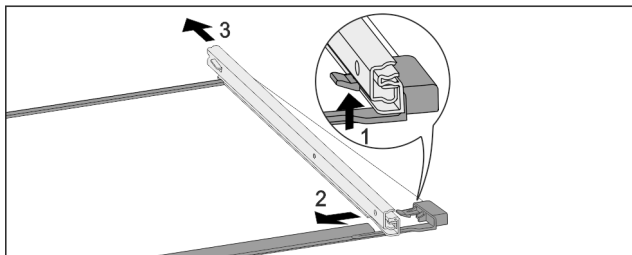

Fig. 191 Skleněná deska s kolejničkami
- ▶ Přední aretační háček zatlačte nahoru. Fig. 191 (1)
- ▶ Výsuvnou kolejničku vysuňte stranou Fig. 191 (2) a dozadu Fig. 191 (3).